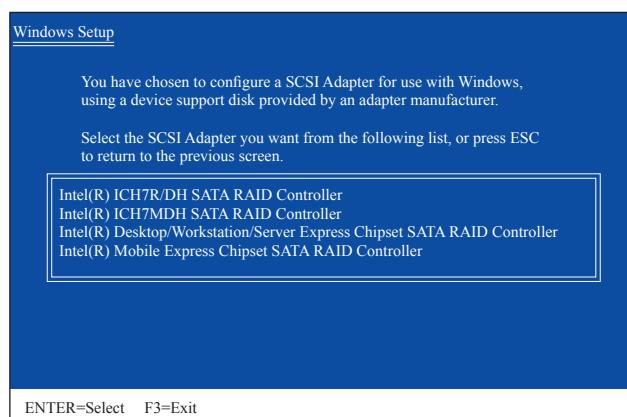

Figure 3
Insérez la disquette contenant le pilote SATA RAID/AHCI et appuyez sur <Enter>. Un menu de contrôleur, similaire à celui dans Figure 3 ci-dessous, apparaîtra. Sélectionnez **Intel(R) Desktop/Workstation/Server Express Chipset SATA RAID Controller** et appuyez sur <Enter>. Pour le mode AHCI, utilisez la touche flèche vers le haut du clavier pour aller sur l'élément **Intel(R) ICH10R SATA AHCI Controller** et appuyez sur <Enter>.